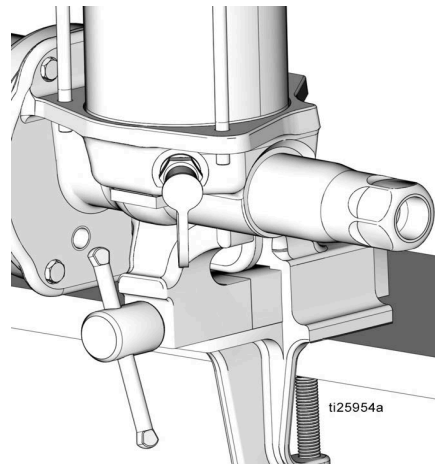

FIG. 11
6. Serrer la base de la pompe dans un étau comme montré sur la FIG. 11. Utiliser un étau à mâchoire tendre ou placer un chiffon dans la mâchoire pour protéger la surface de la base de la pompe.